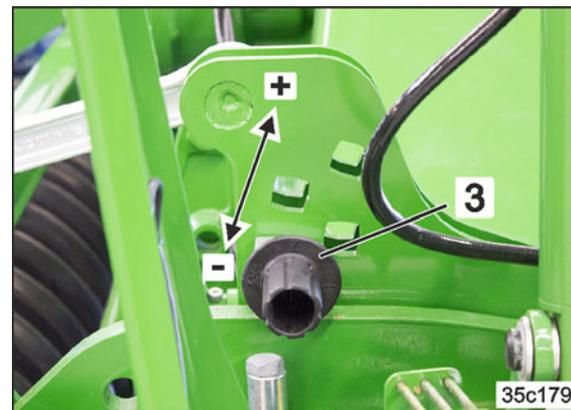

Fig. 104
3. Den Tiefenregulierungsbolzen in beiden Außensegmenten im gleichen Vierkantloch abstecken. Eine feinere Abstufung der Arbeitstiefe wird durch Drehen des Tiefenregulierungsbolzens im gleichen Vierkantloch erreicht. (Fig. 104/3)
- o je höher der Tiefenregulierungsbolzens (Fig. 104/3+) im Verstellsegment abgesteckt wird